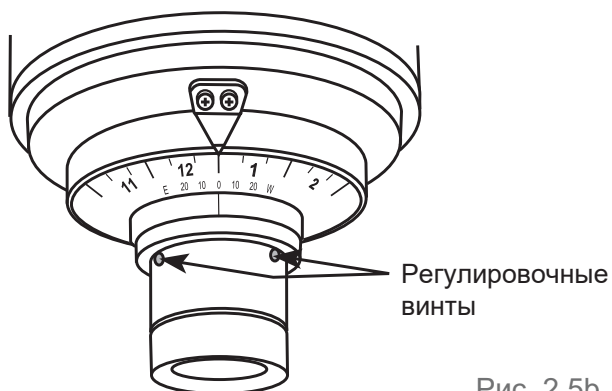
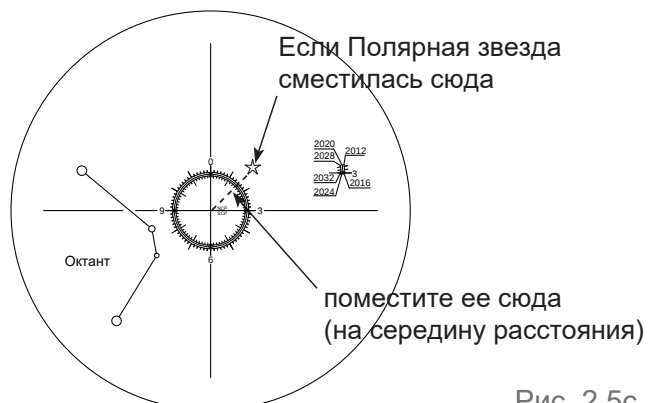

Рис. 2.5b
Рис. 2.5c
4. Если положение объекта на сетке изменилось, для устранения отклонения соосности воспользуйтесь шестигранным ключом 1,5 мм, чтобы отрегулировать три маленьких винта с внутренним шестигранником на искателе полюса. как показано на рис. 2.5b и наполовину уменьшить смещение объекта (рис. 2.5c).